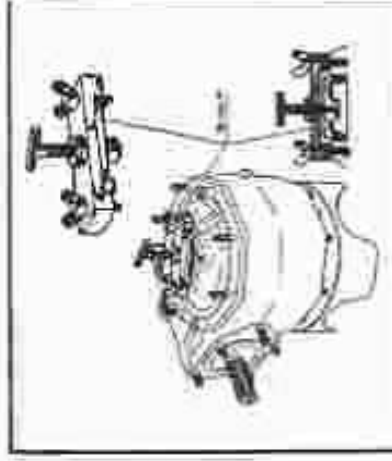

Fig. 53. —
- Retourner l'ensemble, le montage K reposant sur ses pieds (fig. 53).